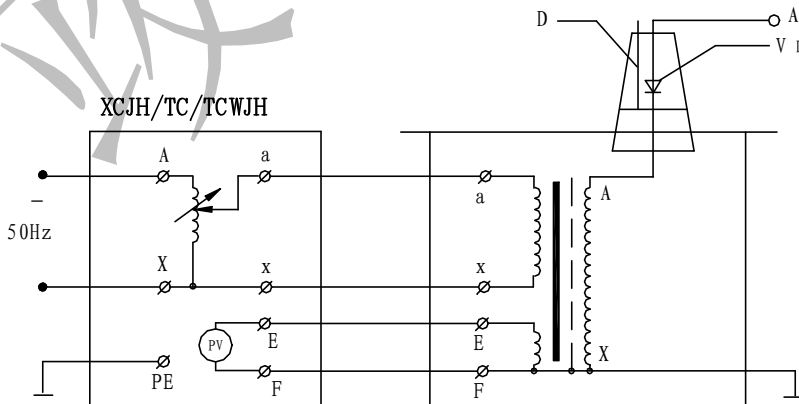

图 4 单台 TDM (G) 交直流试验变压器原理图
2、单台 TDM (G) 试验变压器的工作原理图见图 4, 图中高压套管中装有高压硅堆, 串接在高压回路中作半波整流, 以获得直流高电压。当用一短路杆将高压硅堆短接时, 可获得工频高电压, 作为交流输出状态; 取消短路杆时, 作为直流输出状态。